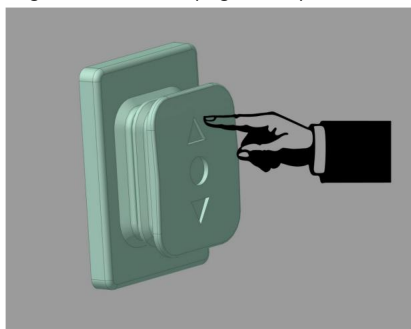

Figura E1
1. Mantenga presionado el interruptor de control con cable para abrir o cerrar eléctricamente el parasol y suelte el interruptor para detenerlo. Cuando el parasol esté completamente abierto o cerrado, el motor se detendrá automáticamente. (Figura E1)